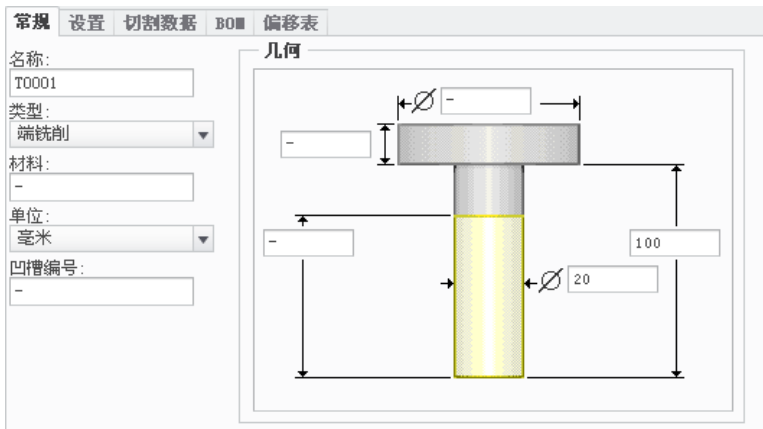

图 3.11.8 设定刀具一般参数
Step3. 在弹出的“刀具设定”对话框中，单击“新建”按钮 ，然后设置图 3.11.8 所示的刀具参数，依次单击  应用 和  确定 按钮。